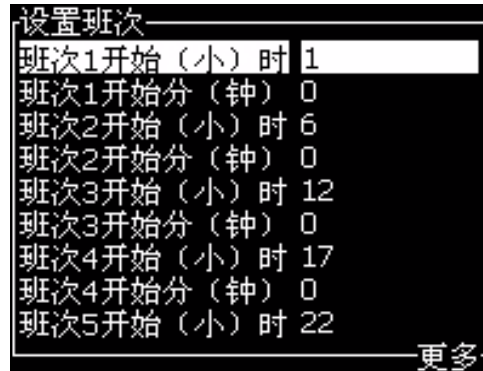

图 5-50: 设置班次
- 3 按下 *Enter* 键打开 *Set Shifts* (设置班次) 对话框 (第 5-54 页的图 5-50)。